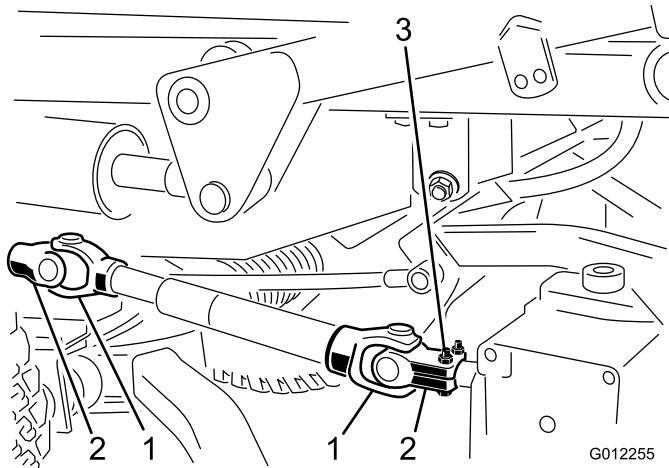

Bild 21
- Klopfen Sie den Spannstift heraus, mit dem das Antriebswellenjoch an der Eingangswelle des Getriebes befestigt ist (Bild 21). Lösen Sie die Kopfschrauben und Sicherungsmuttern und schieben Sie das Joch von der Eingangswelle. Wenn Sie die Zugmaschine ohne Mähwerk einsetzen, setzen Sie den Spannstift vom Joch in die Zapfwelle der Zugmaschine ein und entfernen die ganze Antriebswelle von der Zugmaschine.